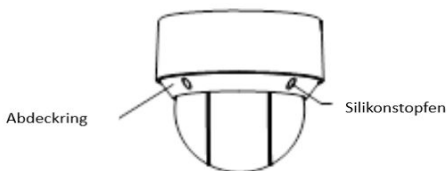

Abbildung 2-1 Entfernen der Silikonstopfen
1. Entnehmen Sie die vier Silikonstopfen vom Abdeckring wie in Abbildung 2-1 gezeigt. Darunter befinden sich jeweils Schrauben.